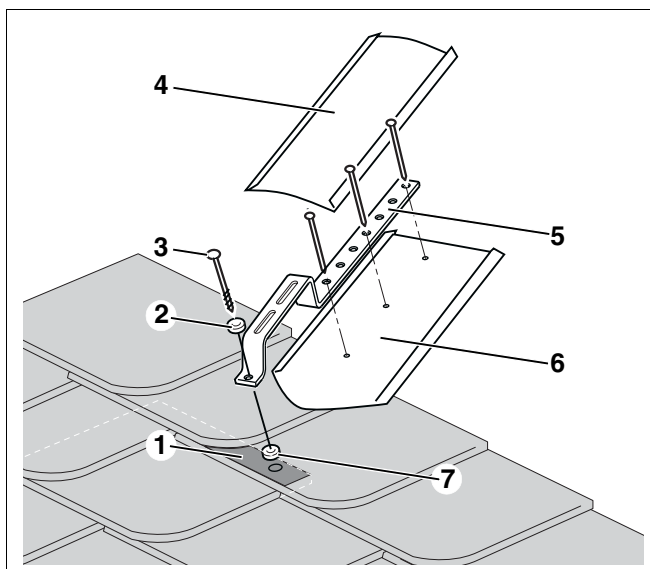

Fig. 31 Gancho especial de tejado montado sobre una cubierta múltiple
A continuación se muestra el montaje de un gancho especial de tejado y la cobertura estanca al agua con chapas de la obra (fig. 31, **pos. 4 y 6**) tomando como ejemplo una cubierta de pizarra o chillas.
- ▶ Monte el gancho especial de tejado (fig. 31, **pos. 5**) y la junta (fig. 31, **pos. 2 y 7**) con el tornillo adjunto (fig. 31, **pos. 3**) sobre la cubierta de pizarra o chillas.
- ▶ Para asegurar un montaje estanco, debe montar o colocar chapas por encima y por debajo de los ganchos especiales de tejado (fig. 31, **pos. 4 y 6**).
En las cubiertas múltiples, el gancho especial de tejado debe quedar apoyado en la parte delantera (fig. 31, **pos. 1**).